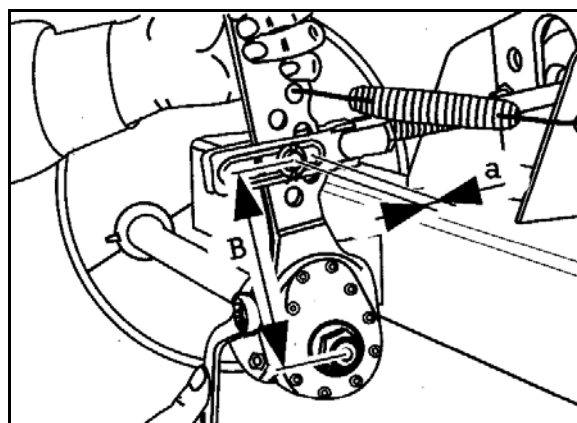

Fig. 166
1. Kontroller støvmansjettene og belgene (Fig. 166/5) for synlige skader.